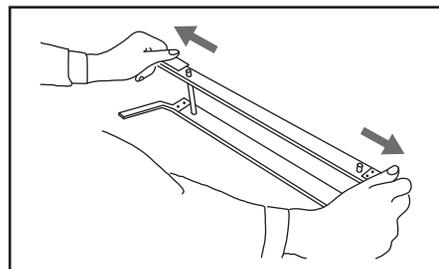

図12
- ツメを左右に開くとフリー状態になり、取り外せます。 図12 参照